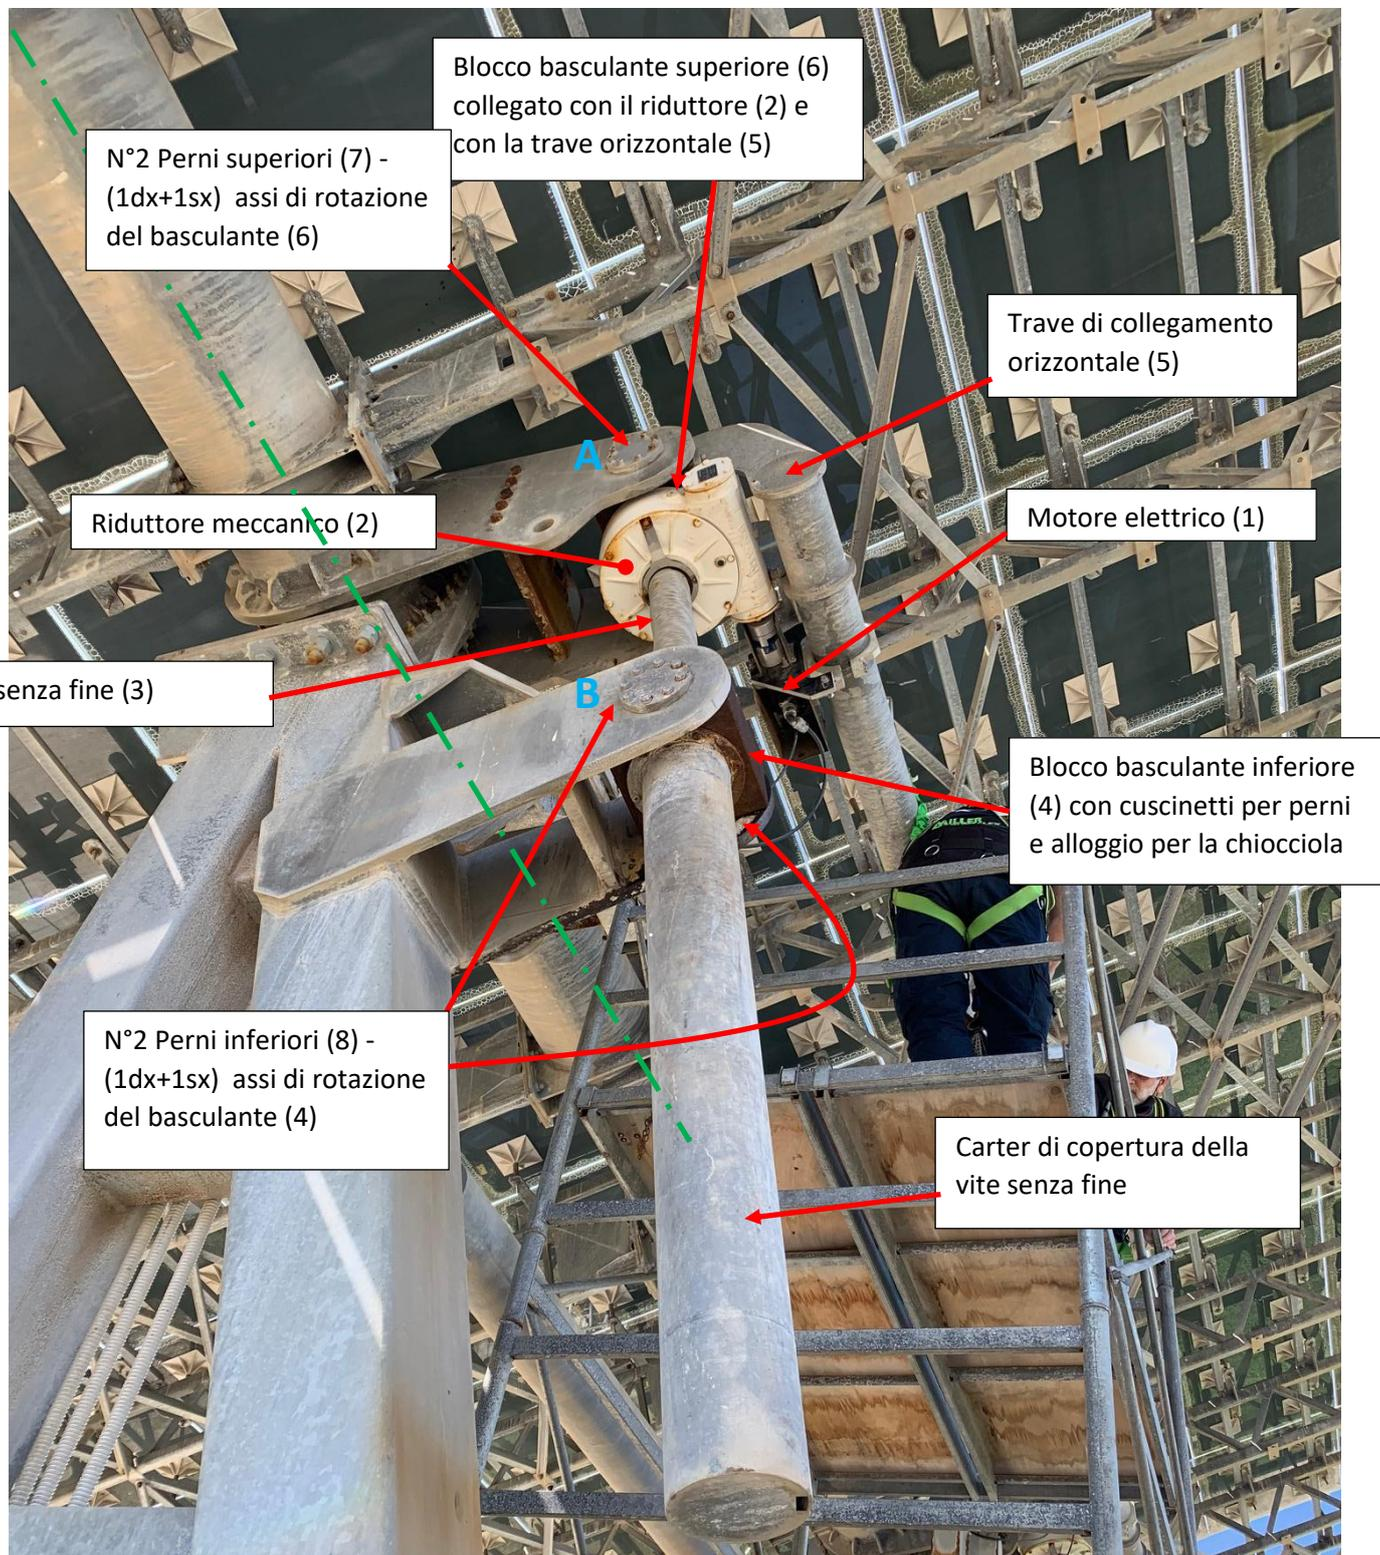

Fig1- Vista del sistema di movimentazione in elevazione dell'eliostato
Si tratta di un sistema a vite senza fine con chiocciola a ricircolo di sfere. Con riferimento alla figura 1, durante il giorno la distanza tra i punti A (solidale al piano degli specchi e quindi mobile) e B (solidale alla struttura di base e quindi fisso) varia provocando la rotazione attorno all'asse orizzontale dell'intero piano degli specchi (linea verde tratto-punto in Fig.1). Il movimento parte da un motore elettrico (1) collegato ad un riduttore meccanico (2) il cui albero cavo lento è collegato ad una estremità della vite senza fine (3). Il riduttore meccanico (2) è montato sul blocco basculante superiore (6) che è incernierato in A alla struttura mobile mediante la coppia di perni superiori (7).